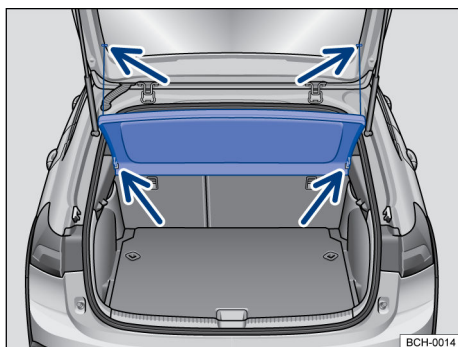

Fig. 157 En el maletero: desmontar y montar la bandeja trasera.
- Desenganchar los cordones de retención del soporte del portón trasero → fig. 157 (flechas superiores).
- Retirar la bandeja trasera hacia atrás y hacia afuera de los soportes laterales → fig. 157 (flechas inferiores).
- Empujar la bandeja trasera hacia adelante, introduciéndola en los soportes laterales → fig. 157 (flechas inferiores).
- Encajar los cordones de retención en la portón trasero → fig. 157 (flechas superiores).